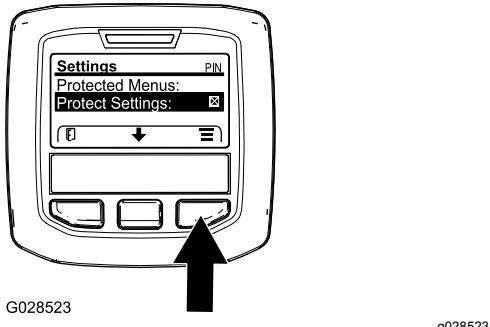

Figure 38
1. Accédez au menu protégé et déverrouillez le sous-menu des réglages protégés (Figure 38) ; voir Accès aux menus protégés \(page 21\).